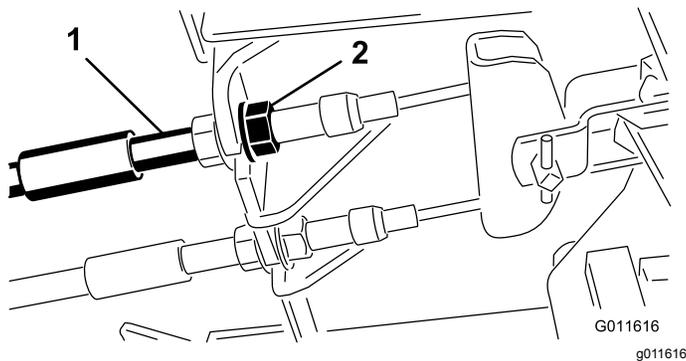

図 69
1. 遊びを減らすブレーキを締めるには、ブレーキケーブルのねじ山の前ナットをゆるめ、後ろのナットを締める図 69。